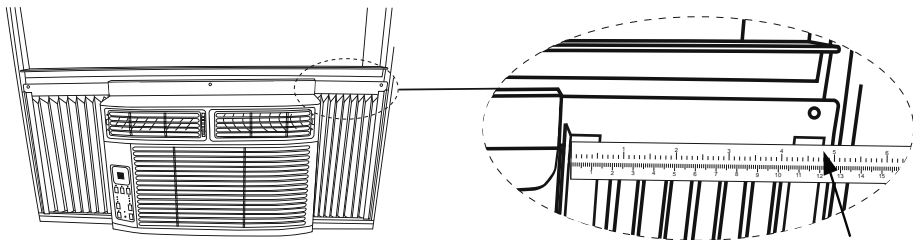
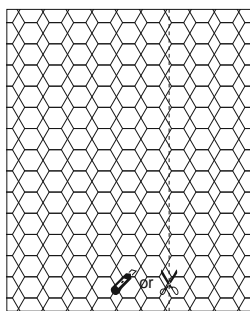
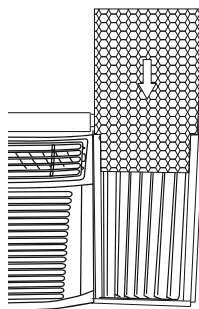

FIG. 10
FIG. 11
FIG. 12
- 7** Mesurez la largeur intérieure du rideau latéral avec la règle fournie, comme à la FIG. 10. Faites une ligne du côté motif du panneau isolant fourni selon la largeur mesurée, puis découpez le panneau isolant le long de la ligne, comme à la FIG. 11. Placez le côté motif du panneau isolation pour faire face à l'intérieur de votre chambre, puis faites glisser le panneau isolation dans le cadre jusqu'à ce que le panneau va dans le cadre de rideau de côté complètement. Si le panneau isolation ne glisse pas dans le cadre douceur, couper le panneau isolant puis essayez à nouveau, jusqu'à ce que le panneau isolant corresponde au cadre, comme à la FIG. 12. Répétez ces instructions pour l'autre côté.